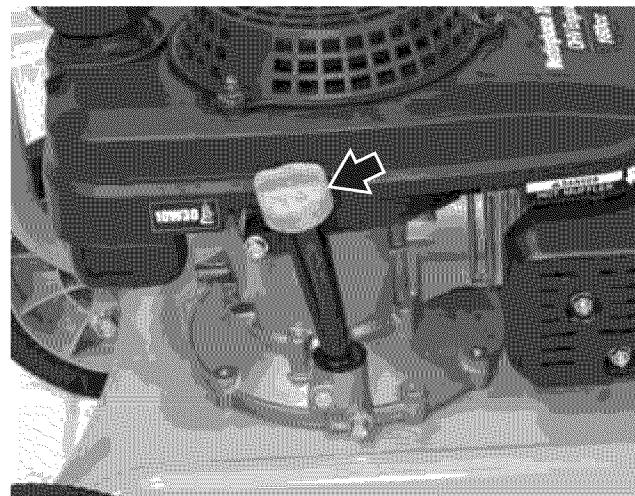

Figura 26 – Tapón de llenado/varilla de medición del aceite
5. Extraiga el tapón de llenado/la varilla de medición del aceite (ver Figura 26).